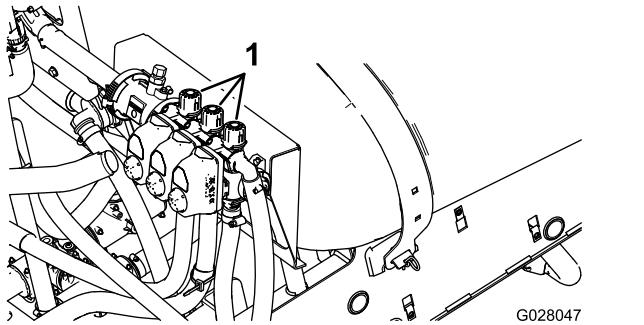

图107
11. 关闭左喷洒臂调节喷洒臂旁通旋钮图107直至压力读数达到先前的调节水平通常为2.75bar。
13. 调节右喷洒臂旁通旋钮图107直至压力读数达到先前的调节水平通常为2.75bar。
15. 调节中央喷洒臂旁通旋钮图107直至压力读数达到先前的调节水平通常为2.75bar。